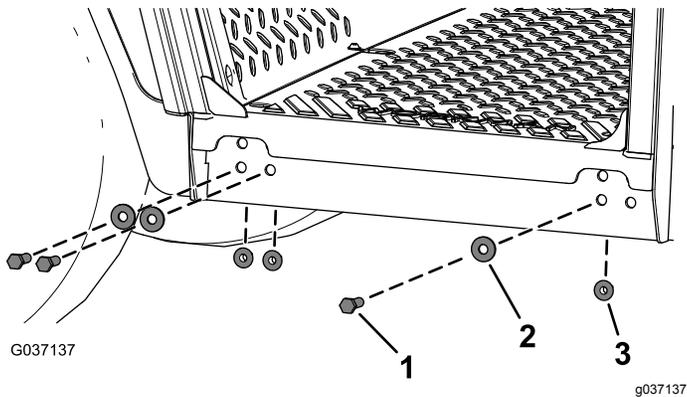

Figure 12
5. Fixez les côtés du cadre de cabine à la machine à l'aide de 6 boulons à tête hexagonale (3/8" x 1 1/4"), 6 rondelles (3/8") et 6 écrous à embase (3/8"), comme montré à la Figure 12.